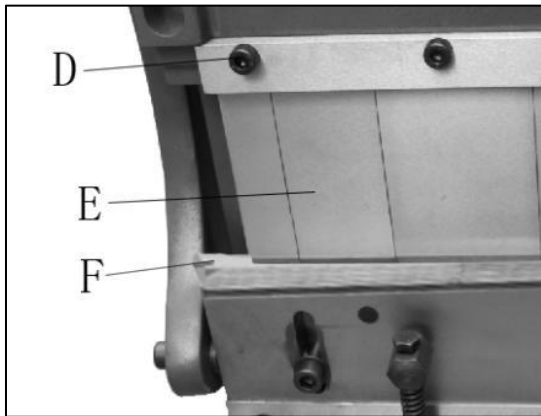

Abbildung 5
21. Legen Sie einen Holzstreifen (F, Abbildung 5) auf untere Matrize, die volle Länge der Matrize.
22. Bremse schließen bis das Holz berührt. Abendsessen stirbt (E).
23. Lösen Sie die Schrauben (D) mit einem 5-mm-Inbusschlüssel.